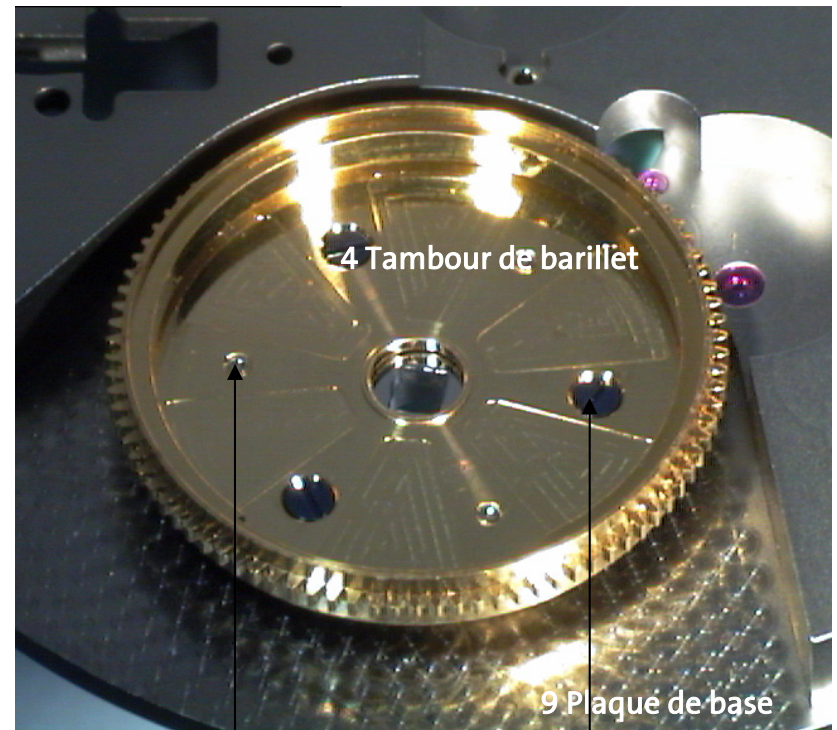

Figure 5
Sur la figure 5, on peut voir que le **tambour de barillet (4)** est vissé sur le double roulement à billes **ABC**, soit sur sa bague **C**. Le **tambour de barillet (4)** reçoit ensuite le ressort et l'**arbre de barillet (8)**. Le système est ensuite fermé par un couvercle (couvercle de barillet).